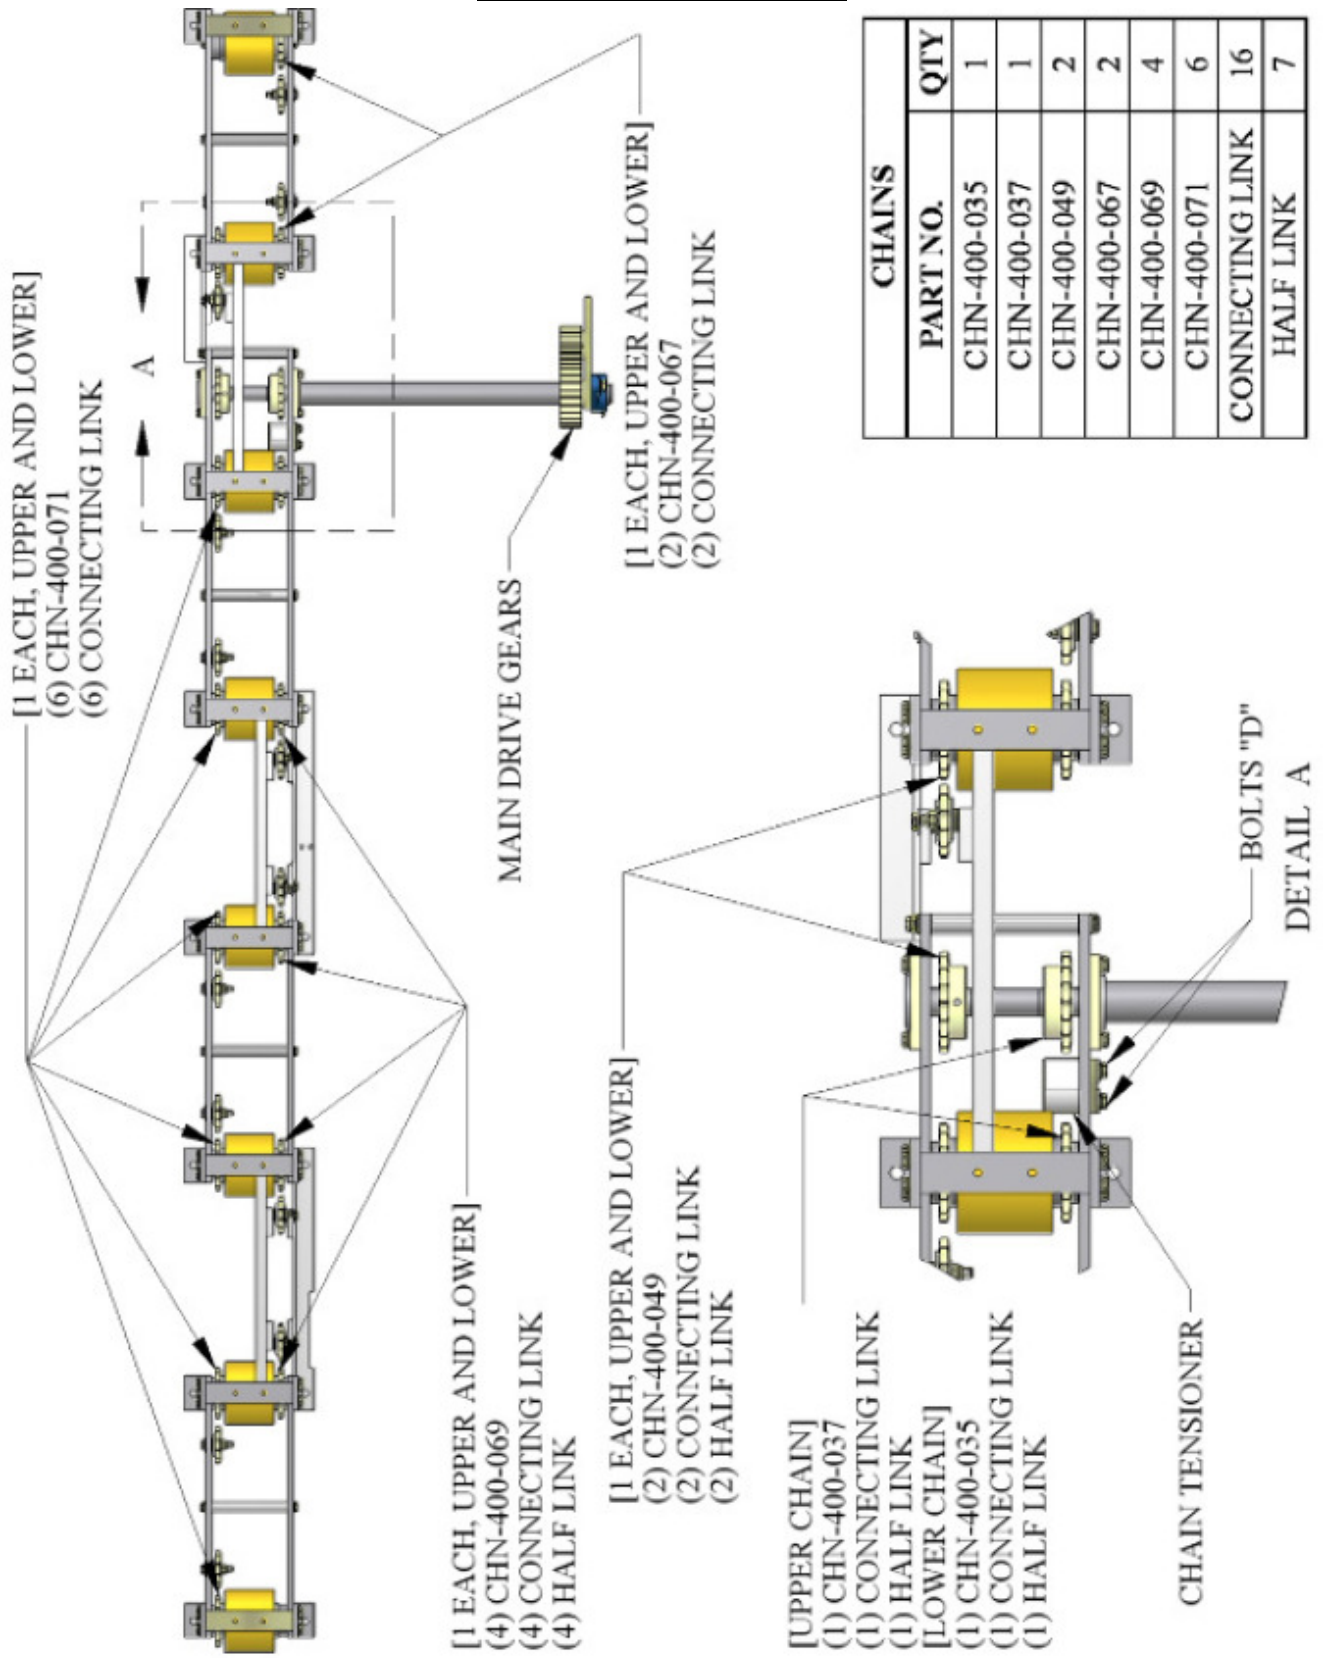

Ilustración 18: Cadenas superiores e inferiores.
3. Las cadenas usadas en este sistema son las cadenas de rodillo #50. Vea la ilustración 18 para las localizaciones de las cadenas y la longitud si es necesario reemplazar una cadena.